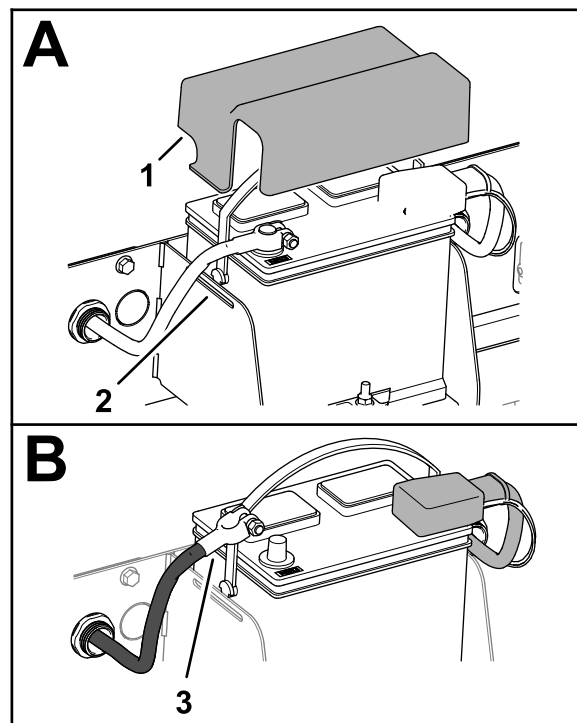

Figura 3
2. Retire la pinza del cable del borne negativo de la batería (Figura 3).
1. Presione las pestañas de la tapa de la batería para liberar la tapa de las ranuras en la bandeja de la batería y retire la tapa (Figura 3).